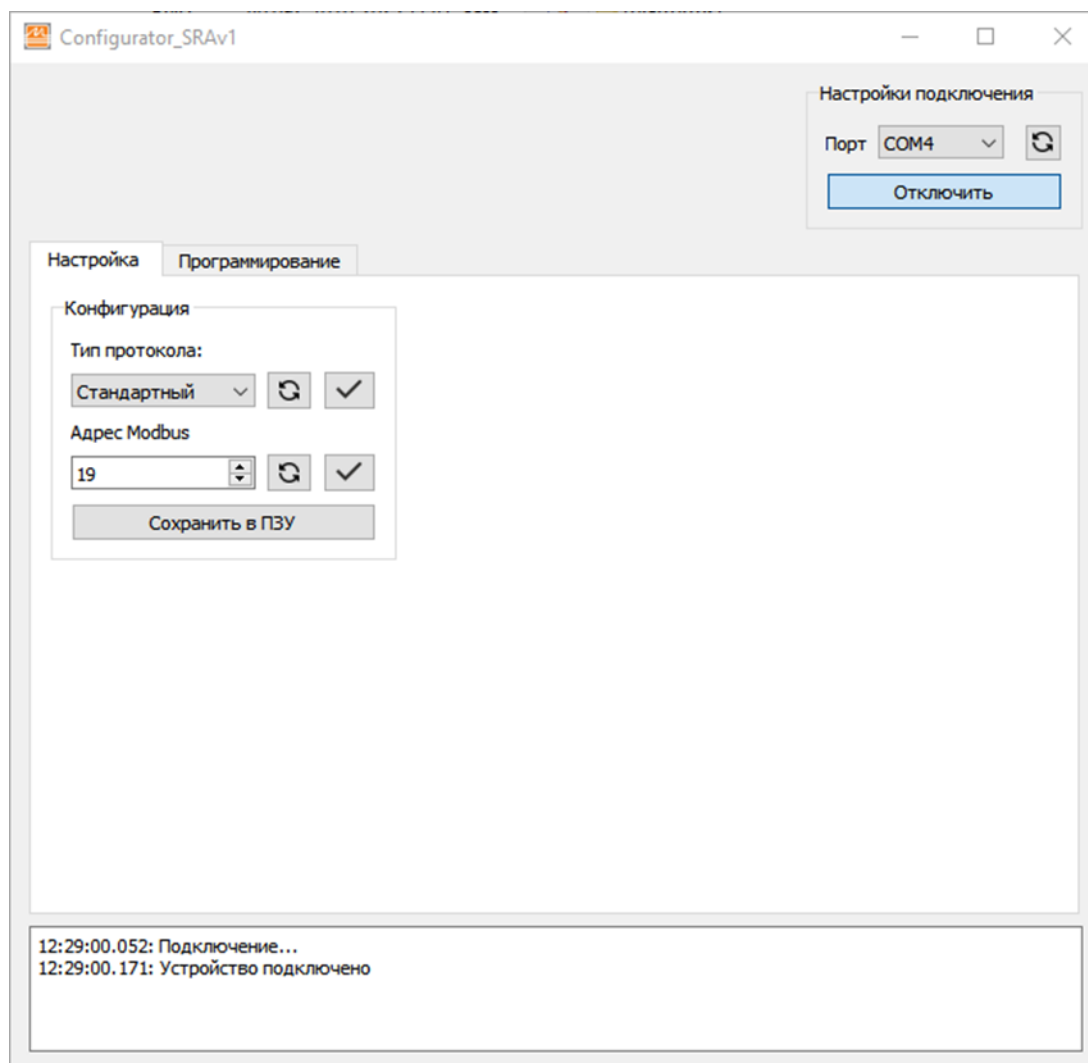

Рисунок 2.5 – Внешний вид окна программы Configurator_SRAv1
2.6.3 Запустите программу «Configurator_SRAv1» (рисунок 2.5).
2.6.7 Перейдите на вкладку «Настройка» (рисунок 2.5). Для чтения текущего типа протокола нажмите кнопку  напротив поля выбора типа протокола. Для чтения текущего адреса, используемого при обмене по протоколу Modbus, нажмите кнопку  напротив поля задания адреса Modbus. Изменение адреса доступно для изделий с установленным ПО версии 01.02.18 и выше.
- запустите программу «Configurator_SRAv1» (рисунок 2.5);